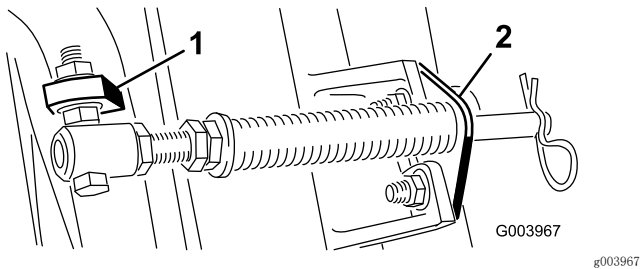

图6
注意： 将螺栓头朝向凸耳外侧，如 图6 所示。
D. 使用车身螺栓和螺母将杆支架固定到滚刀组凸耳上（图6）。